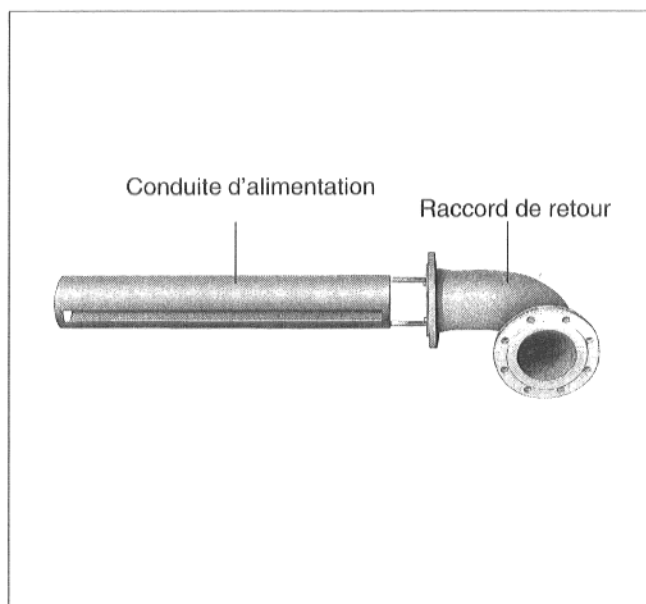

Fig. 23
- Visser la conduite d'alimentation au raccord de retour (seulement pour le modèle de chaudière à 14 éléments et plus) (Fig. 23).
- ☞ Le raccord de retour et les orifices de sortie du répartiteur doivent toujours être à l'horizontale (Fig. 23). Cette position est nécessaire pour assurer la répartition correcte de l'eau de retour et pour garantir le bon fonctionnement de la chaudière.